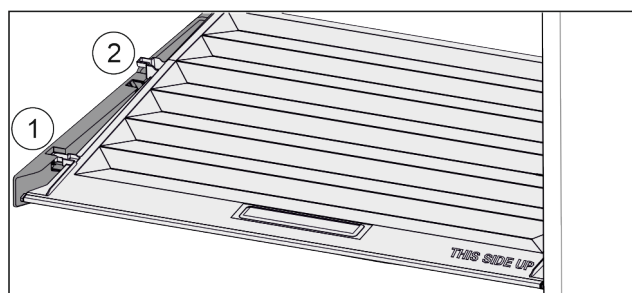

Fig. 115
- Trekk dekkelet til åpningen i holdedelene fremover Fig. 115 (1).
- Løft ut nede bak og ta opp og ut Fig. 115 (2).